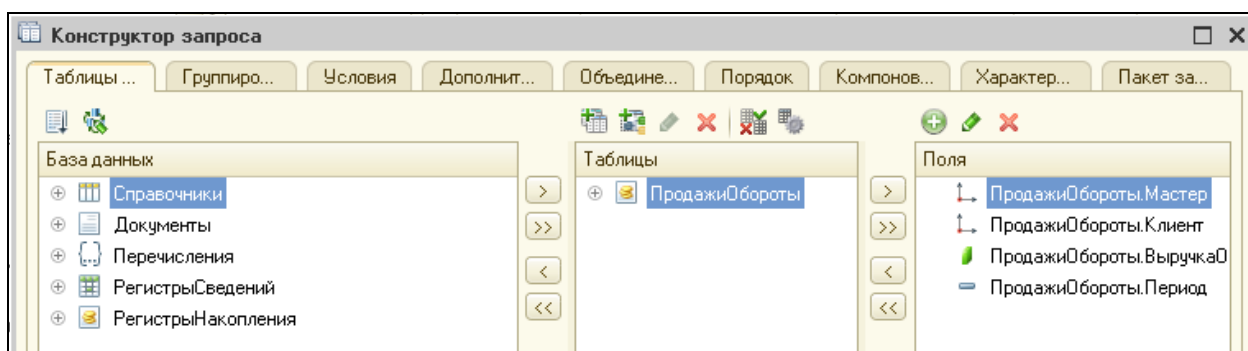

Рисунок 4.26 Выбор полей в отчет
5. Перенести из таблицы в область **Поля** следующие элементы: мастер, период, клиент, ВыручкаОборот (рис. 4.26).